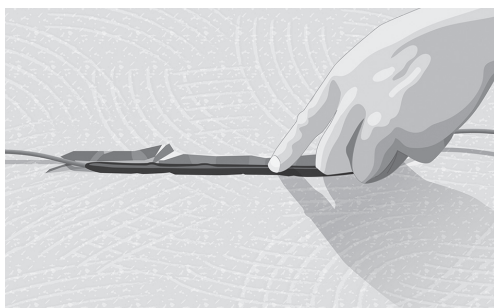

Fig. 2. Spår för skarv på kall-varmkabel
4. Fräs ur spår för kall-/varmkabelskarv och slutskarv. Kabeln ska ligga rakt minst 25 cm på varje sida av en skarv. Se till att det finns plats för att täckmaterialet till fullo kan kapsla in skarvarna med minst 10 mm på vardera sidan av skarven. Spår djupet anpassas till den totala bygghöjden (Fig. 2).